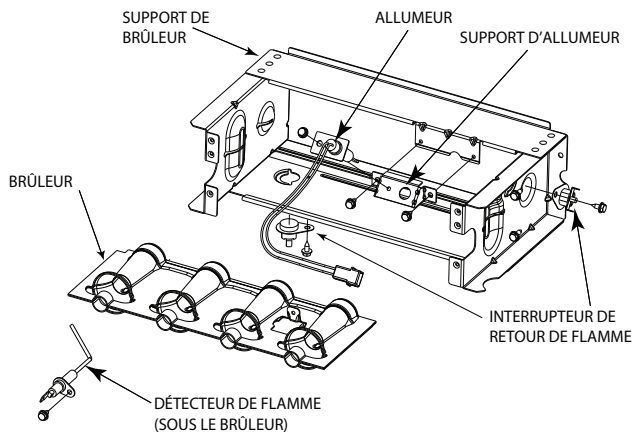
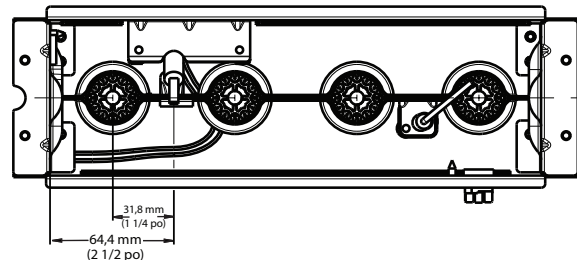
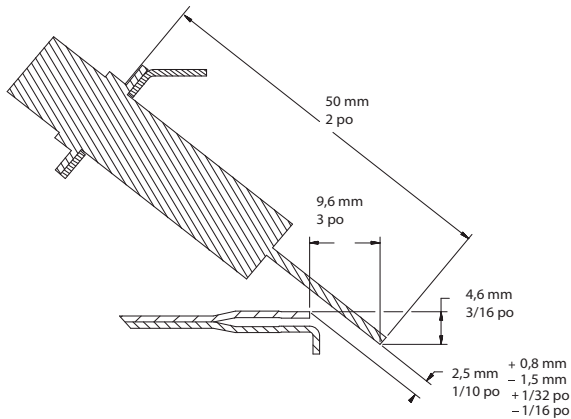

Fig. 65 – Ensemble du brûleur
Fig. 66 – Position de l'allumeur - vue du haut
Fig. 67 – Position de l'allumeur - vue latérale
Consultez Fig. 65.
- Vérifiez l'alignement de l'allumeur. Consultez la Fig. 65, la Fig. 66 et la Fig. 67.
L'allumeur n'a **PAS** besoin d'une inspection annuelle. Vérifiez la résistance de l'allumeur avant son retrait. Consultez la Fig. 65, la Fig. 66 et la Fig. 67.
- a. À l'aide d'un tournevis 1/4 po, retirez les deux vis qui fixent le support de fixation de l'allumeur à l'ensemble du brûleur (consultez la Fig. 65).
7. Rebranchez le faisceau de l'allumeur sur l'allumeur en disposant les fils de façon à vous assurer qu'il n'y a aucune tension sur l'allumeur lui-même. Consultez la Fig. 65.